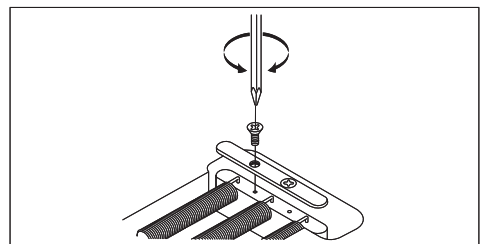

Fig. 27
- \* El trémolo EDGE-PRO utiliza un mecanismo de bloqueo del bloque para ajustar los muelles del trémolo en el bloque. Antes de cambiar el número de muelles o la forma en que éstos están instalados, utilice un destornillador Philips (+) para extraer el bloqueo del bloque (Fig. 27).